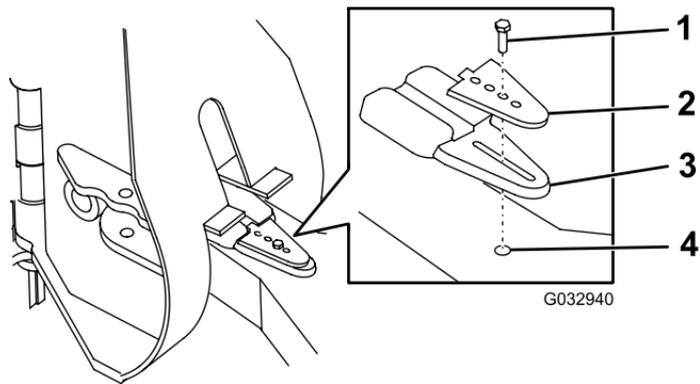

Figure 28
2. Réglez la plaque de butée (Figure 28).
3. Fixez la plaque sur la butée et le cadre de poussée à l'aide du boulon retiré précédemment (Figure 28). Serrez le boulon à 31 N·m (23 pi-lb).